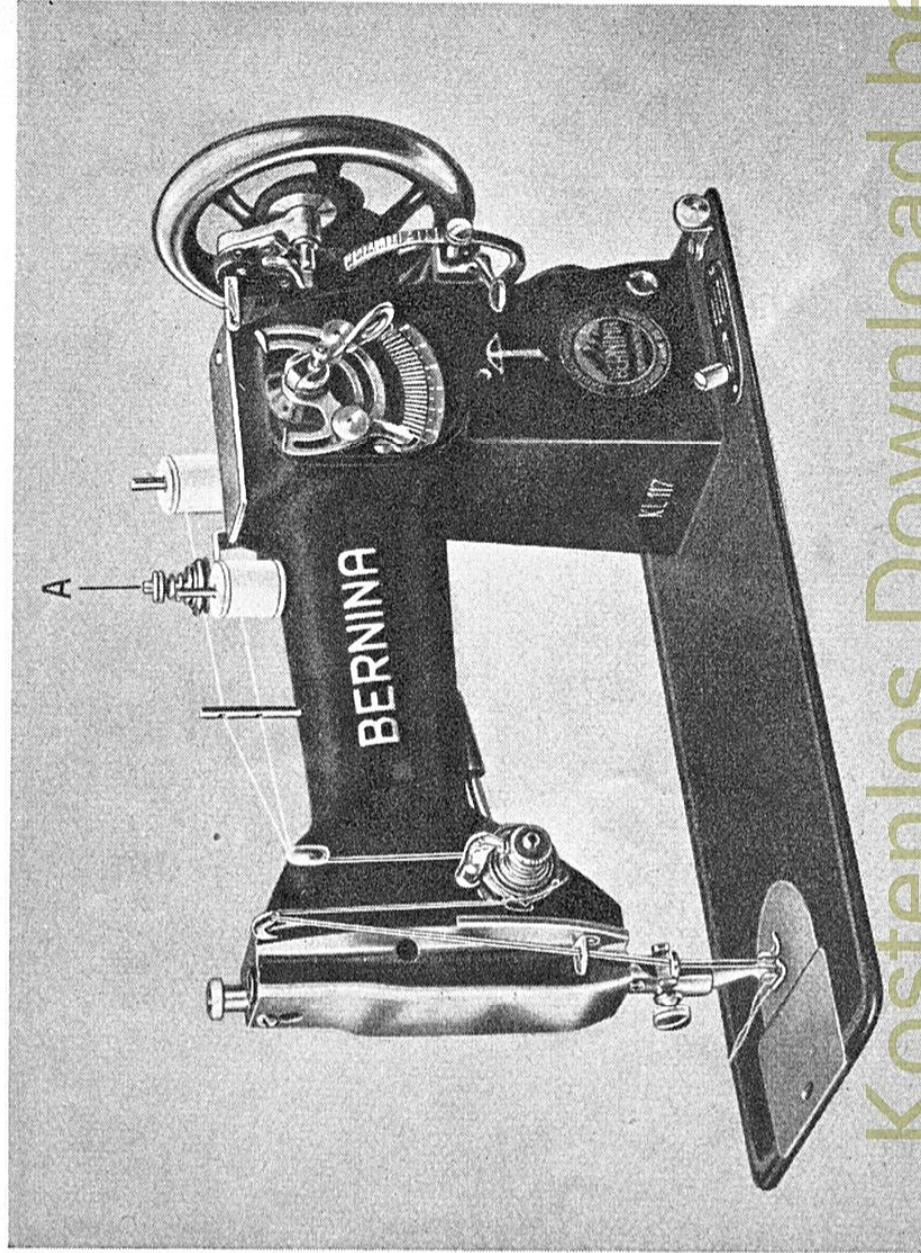

Abb. 41
Für hochgezogene Knopflöcher muss als Oberfaden unbedingt mattes, sechsfaches 40er Garn verwendet werden, während im Schiffchen ein ganz feiner Faden nötig ist (60/2). Bei farbigen Arbeiten muss beim hochgezogenen Knopfloch (C) das farbige 2-fache Garn auf die **Schiffchenspule gespult** werden. Spannungszeiger muss stark gegen Nr. 3 gestellt sein. (Wenn eine zweite Oberfadenspannung (Hilfsspannung zum Biesen nähen, Seite 38, Abb. 41 «A») vorhanden ist, kann diese zum starken Spannen des Oberfadens mitbenutzt werden.)
4. Die Einfädelung der Maschine ist aus Abb. 41 ersichtlich.